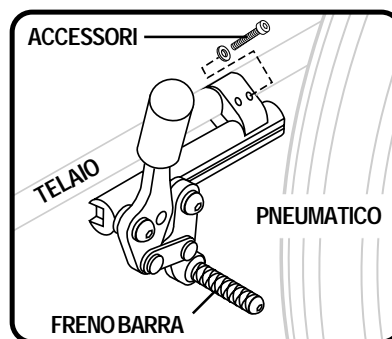

Figura 26. Regolazione freno di parcheggio
3. Allentare gli accessori di fissaggio del freno di parcheggio al telaio. Vedere figura 26.